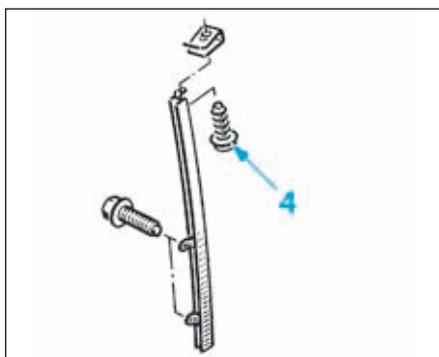

FIG.103
- la vis de fixation (4) (Fig.103) du montant fixé sur le montant supérieur de la porte.